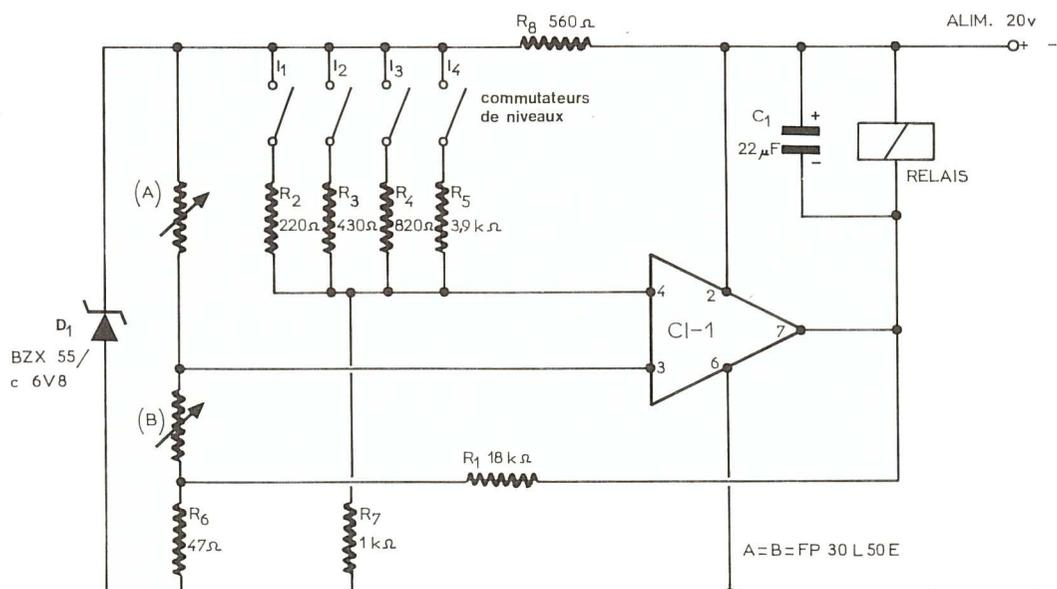

Figure 1
Voici aux figures 1 et 2, les schémas proposés par Siemens dans la revue « Composants électroniques » n°3 de septembre 1974.
Le relais miniature REL de la figure 1, de 970 Ω est du type suivant : V23016 - C0006 - A101.
Revenons aux figures 1 et 2. Deux magnéto-résistances (A) et (B) sont montées dans la capsule manométrique permettant de régler le niveau à quatre valeurs prédéterminées par programmation, entre 114 et 260 mm. Ces quatre valeurs correspondent aux contacteurs I₁ à I₄ et les résistances R₂ à R₅ qui leur sont associées. D'autres valeurs intermédiaires sont admissibles pour réaliser un nombre quelconque de niveaux, entre 90 et 260 mm.
Caractéristiques du montage Figures 1, 2, 3